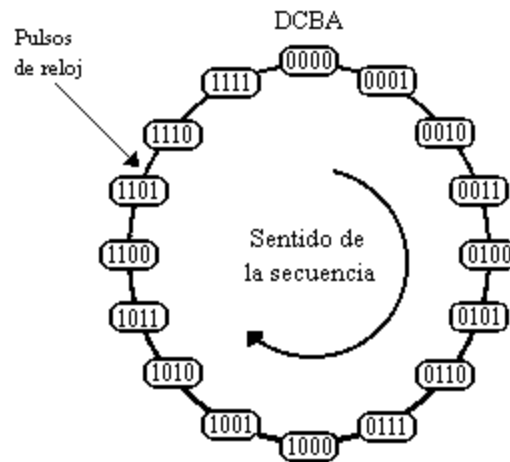

Fig. 4
3. Decodifique las salidas del contador y visualicelas en un display de 7 segmento (fig.4)
Utilice el display de 7 segmentos (fig.4).